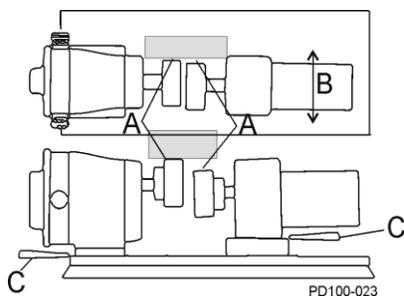

Figure 24 - Vérification de l'alignement parallèle
2. En utilisant une jauge d'épaisseur à l'emplacement « A » de la Figure 24, déterminez la direction et l'ampleur du mouvement nécessaire (Figure 24, élément B).